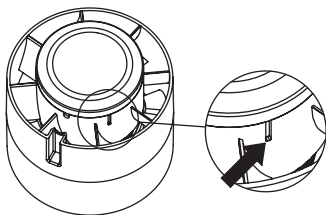

Fig. 2a
3. For at kunne etablere forbindelse til lysnettet: Fjern dækslet ved at dreje det mod uret, og tryk samtidig låsen ind med en lille skruetrækker (fig. 2a, 2b og 2c).